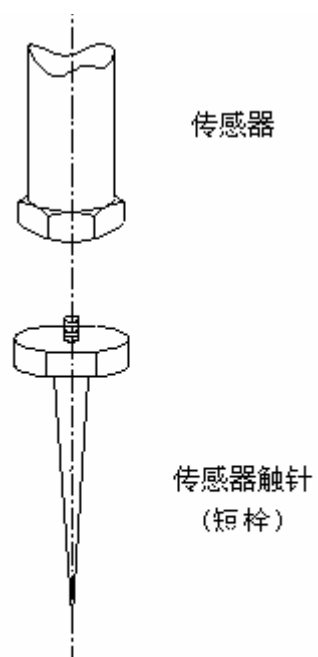

图 3-11
- 2) 用手把持传感器（配触针或握把；其装配见图 3-11、3-12，其使用见例 3 或图 3-15、3-16）置于被测物体上：